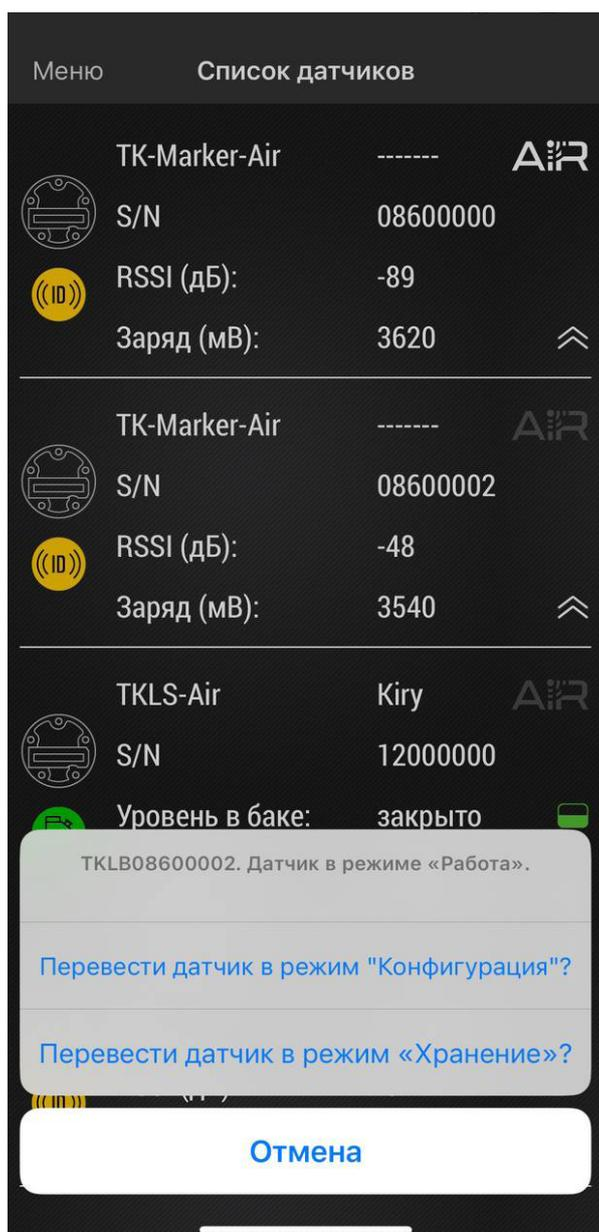
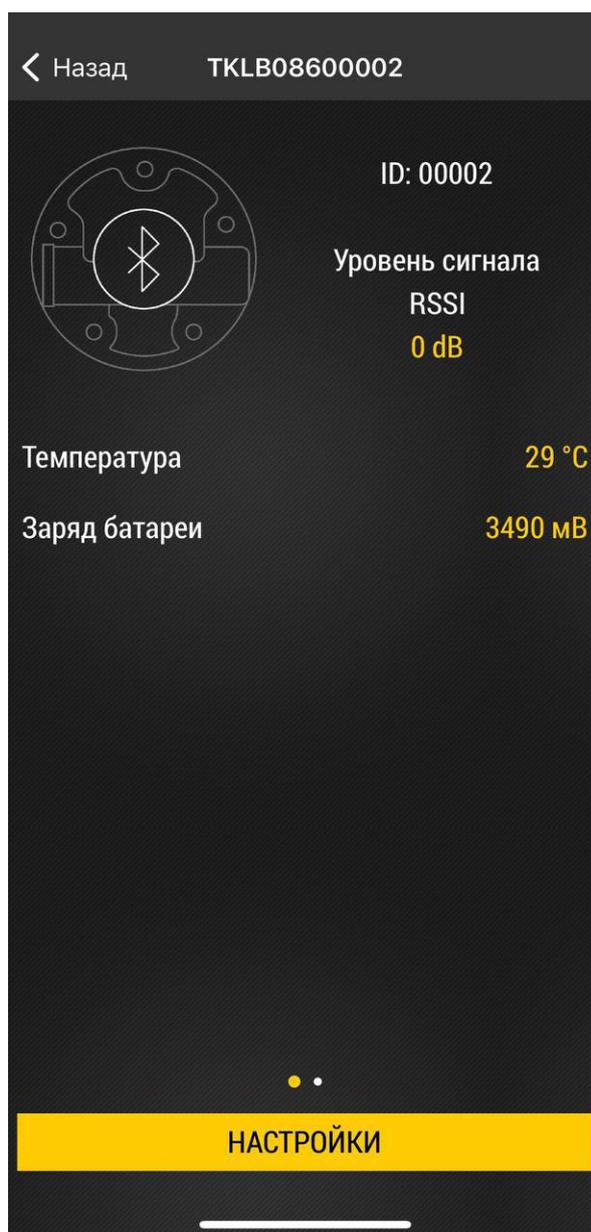
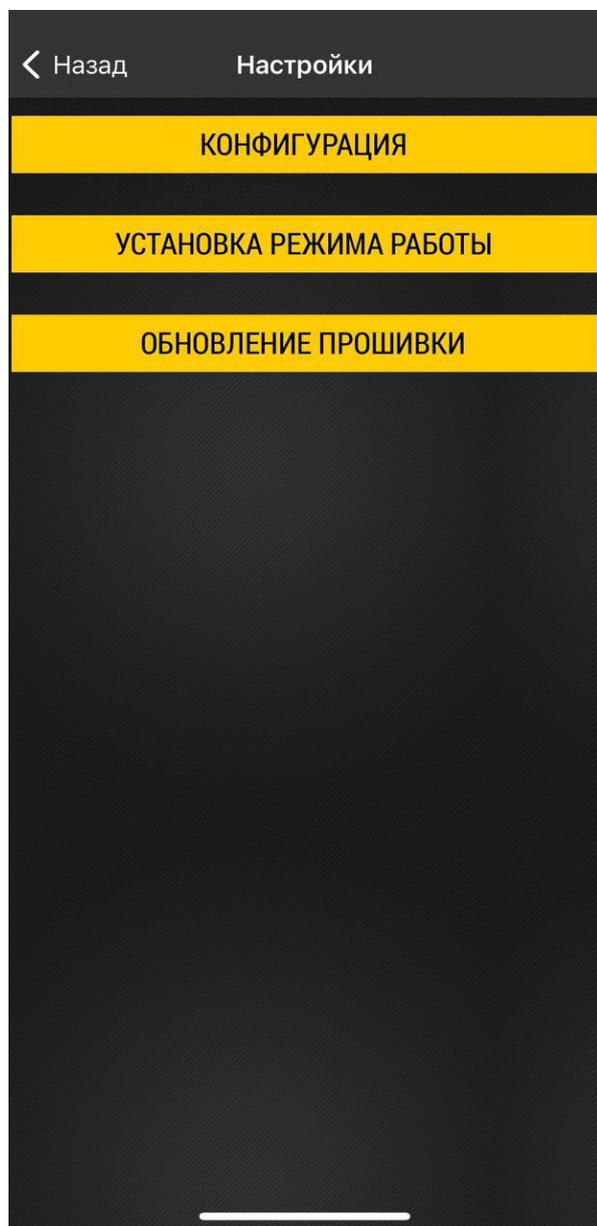
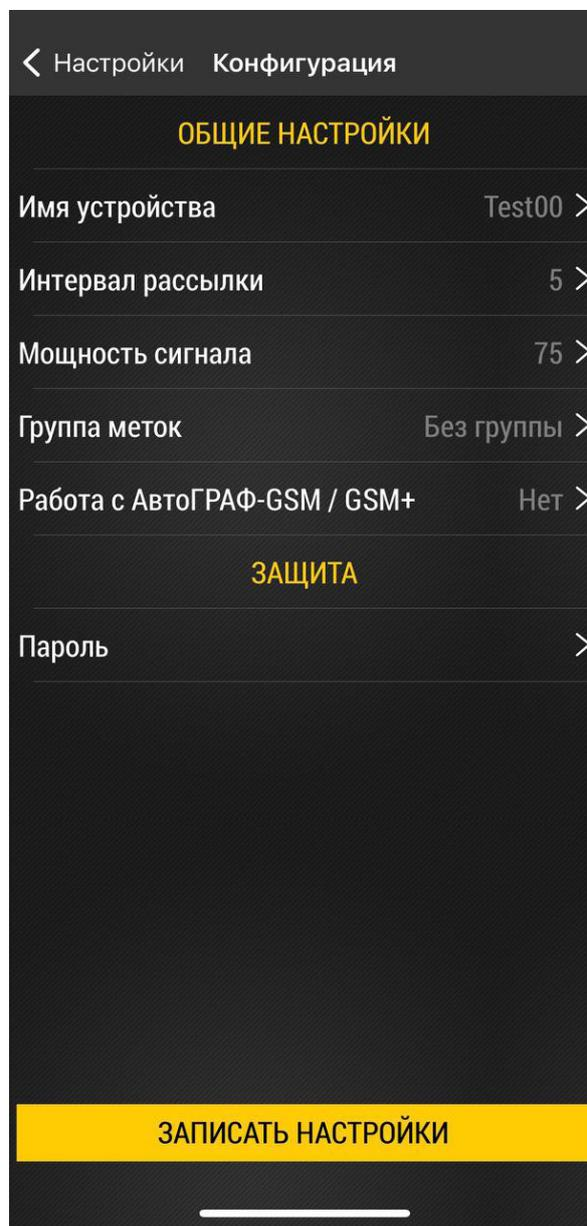

Рис.7. Выбор режима.
Рис.8. Рабочий экран.
Рис.9. Главное меню.
Рис.10. Настройки датчика.
- Далее поднесите NFC сканер мобильного устройства к метке и в приложении выберите режим «Конфигурация» (**Рис.7**). На рабочем экране приложения появятся показания устройства (**Рис.8**).
На рабочем экране (**Рис.8**) нажмите «Настройки», далее «Конфигурация» (**Рис.9**). Откроется экран с настройками метки (**Рис.10**).